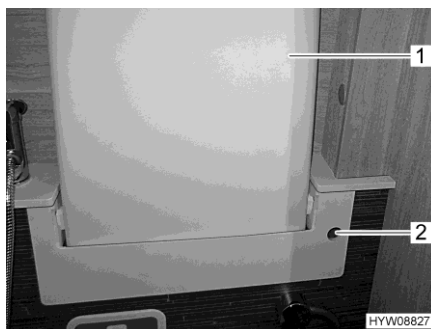

Fig. 107 Lavabo (rabattu vers le haut)
- Saisir le lavabo (Fig. 107,1) par son rebord et le faire pivoter vers le haut vers la paroi jusqu'à ce qu'il s'enclenche.
- Passer la main dans l'ouverture (Fig. 107,2) et pousser le verrou vers l'arrière.